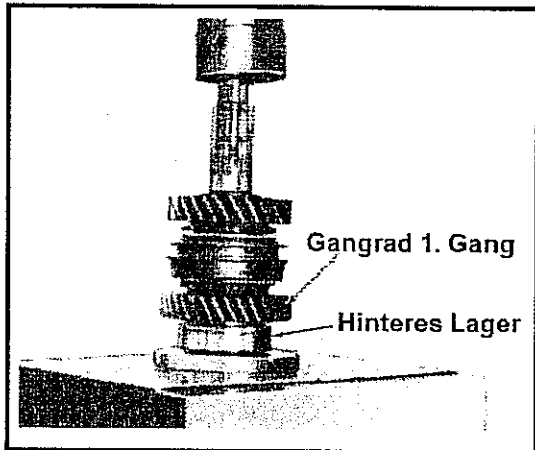

Abb. 11-24 Montage des hinten angeordneten Kugellagers der Hauptwelle
- Das Schaltrad für 1. Gang mit der Nabe nach vorne zeigend auf der Welle anbringen. Das hintere Kugellager auf die Welle aufpressen. Hierbei den inneren Lagerring stützen. Die Ringnut zur Aufnahme des Sprenglings zeigt hierbei zur Vorderseite des Getriebes. Siehe Abb. 11-24.